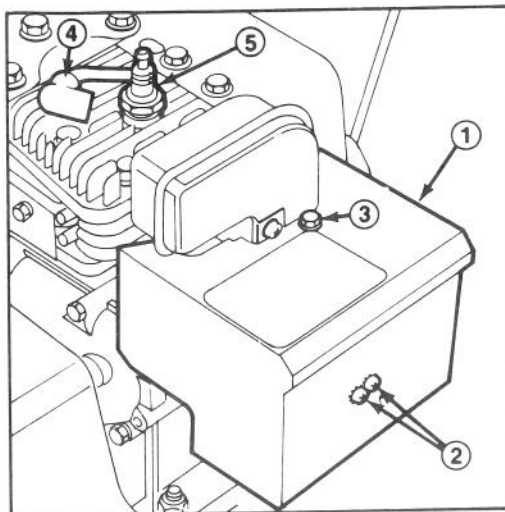

Figure 15
Remarque: Modèle 521 seulement) Pour mettre le moteur en marche à 4°C (40°F) ou à des températures plus élevées, enlevez la boîte de chauffage du carburateur (Fig. 15). Il faut toutefois remettre la boîte de chauffage à des températures inférieures à 4°C ou 40°F. Pour enlever la boîte de chauffage du carburateur, procédez comme suit:
1. Poussez le fil de haute tension sur la bougie d'allumage (Fig. 15).
Pour éviter la mise en marche accidentelle du moteur pendant les travaux d'entretien, mettez la clé d'allumage en position d'arrêt et retirez-la du contact. Enlevez ensuite le fil de haute tension de la bougie (Fig. 15) et assurez-vous que le fil ne puisse accidentellement toucher la bougie.